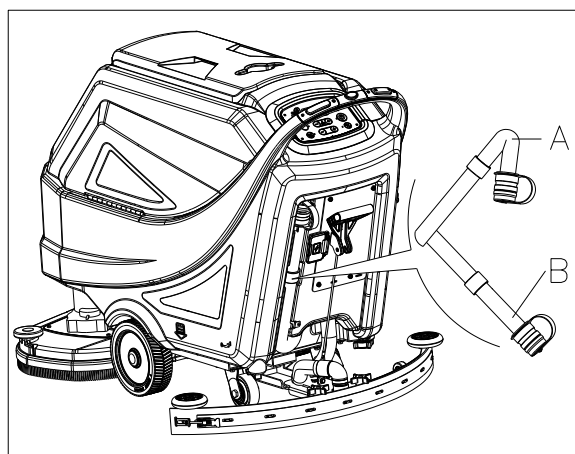

Figura 17
5. Svuotare il serbatoio acqua di recupero con il tubo flessibile (A, Figura 17). Quindi, sciacquare il serbatoio (B, Figura 16) con acqua pulita.
Durante lo scarico dell'acqua di recupero, il tubo dell'aspirazione dello scarico deve essere piegato (A, Figura 17) e abbassato al punto più basso (B, Figura 17), quindi aprire il coperchio del tubo di aspirazione dello scarico per svuotare l'acqua. Non dirigere l'uscita del tubo di aspirazione di scarico verso l'alto per drenare l'acqua verticalmente. Tale accorgimento impedisce di riversare l'acqua sull'operatore.